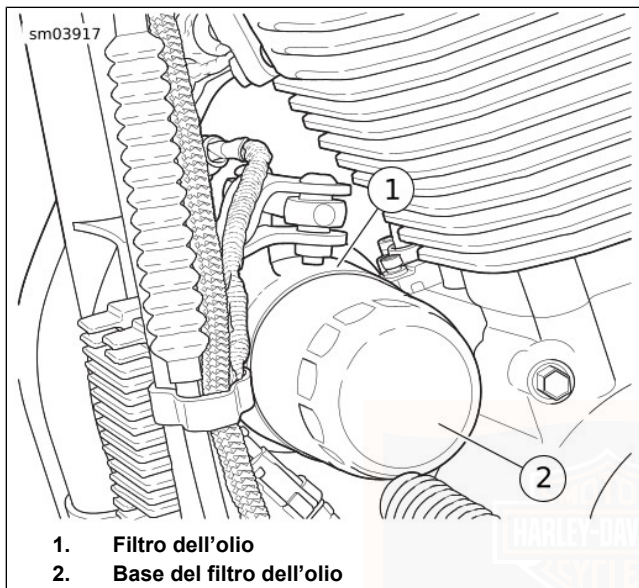

Figura 37. Filtro dell'olio
Vedere Figura 37. Girare in senso antiorario il filtro dell'olio (1) così da rimuoverlo dalla base (2).